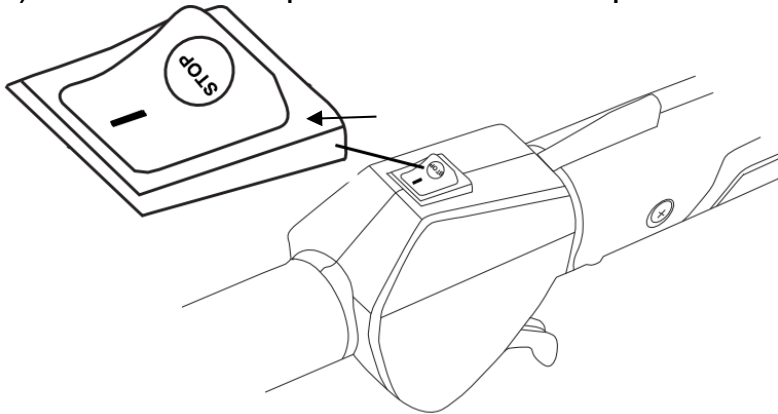

Fig.8
2) Mettez l'interrupteur du moteur en position marche « I » (Fig.8)